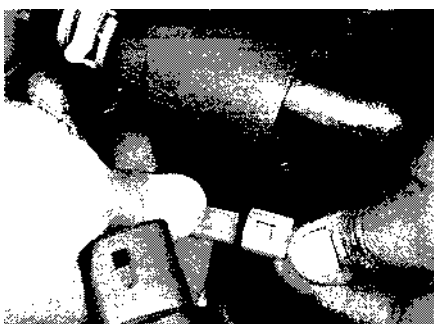

Рис. 16.5. Отсоедините разъем электропроводки от компрессора
- Отсоедините от компрессора разъем электропроводки и шланги (см. рис. 16.5).